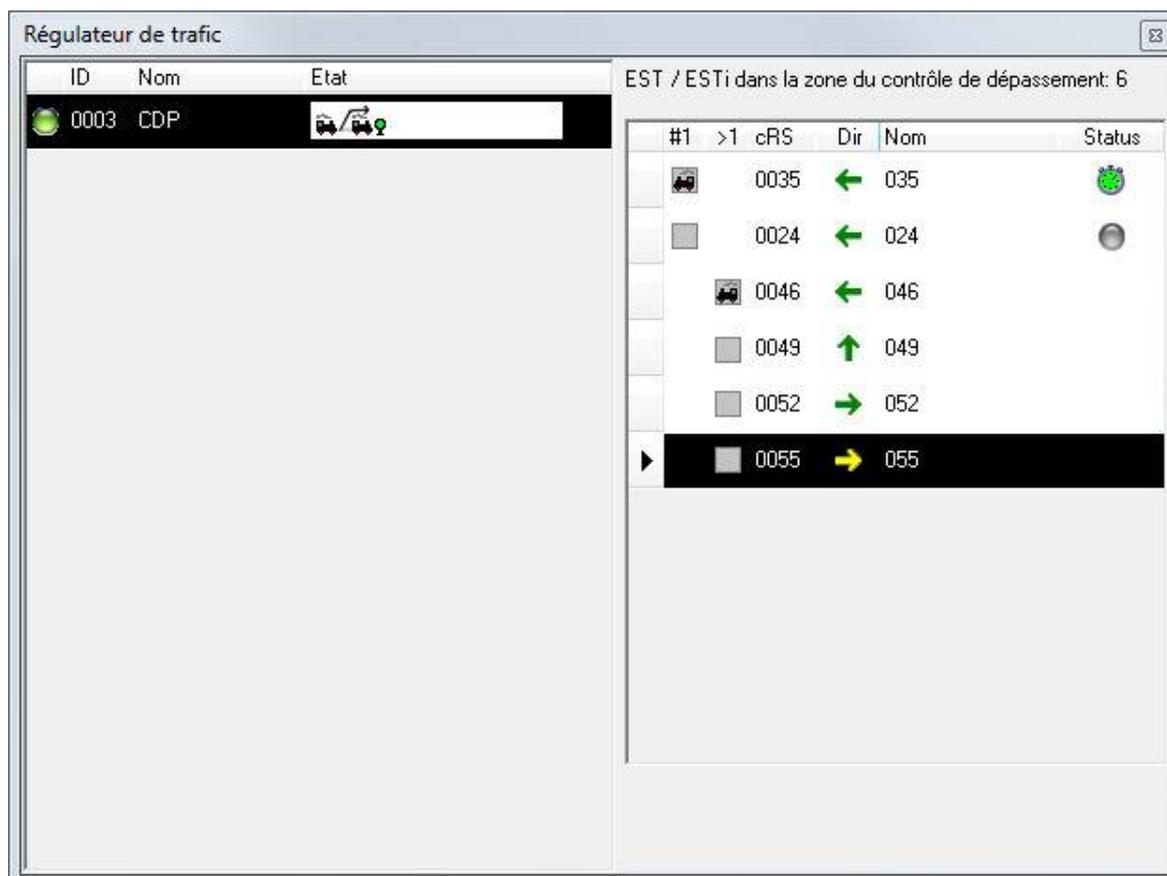

Fig. 6.4
4. Si le temps d'attente a expiré et que le train n'a pas quitté l'AVH, alors il ne sera plus bloqué par le RTF. Si c'est le cas, une horloge verte s'affiche dans la colonne Status de l'état étendu (Fig. 6.4).